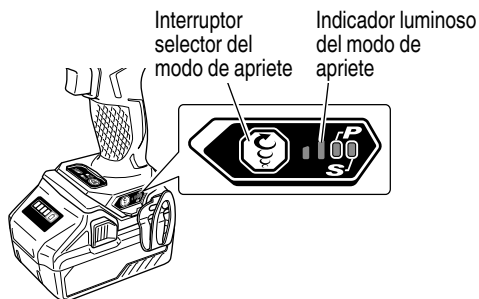

Fig. 15
9. Función del selector de modo de apriete (Fig. 15)